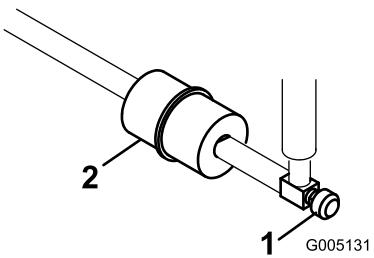

Figura 38
Está incorporado um filtro no interior da tubagem entre o depósito de combustível e o carburador (Figura 38). Substitua o filtro a cada 800 horas ou antes, se o fluxo de combustível ficar restrito. Certifique-se de que a seta no filtro aponta para o depósito de combustível.
1. Feche a válvula de alimentação de combustível, desaperte a braçadeira de tubo no filtro do lado do carburador e retire a linha de combustível do filtro(Figura 38).
2. Coloque um recipiente de escoamento debaixo do filtro, desaperte as restantes braçadeiras de tubo e retire o filtro (Figura 38).